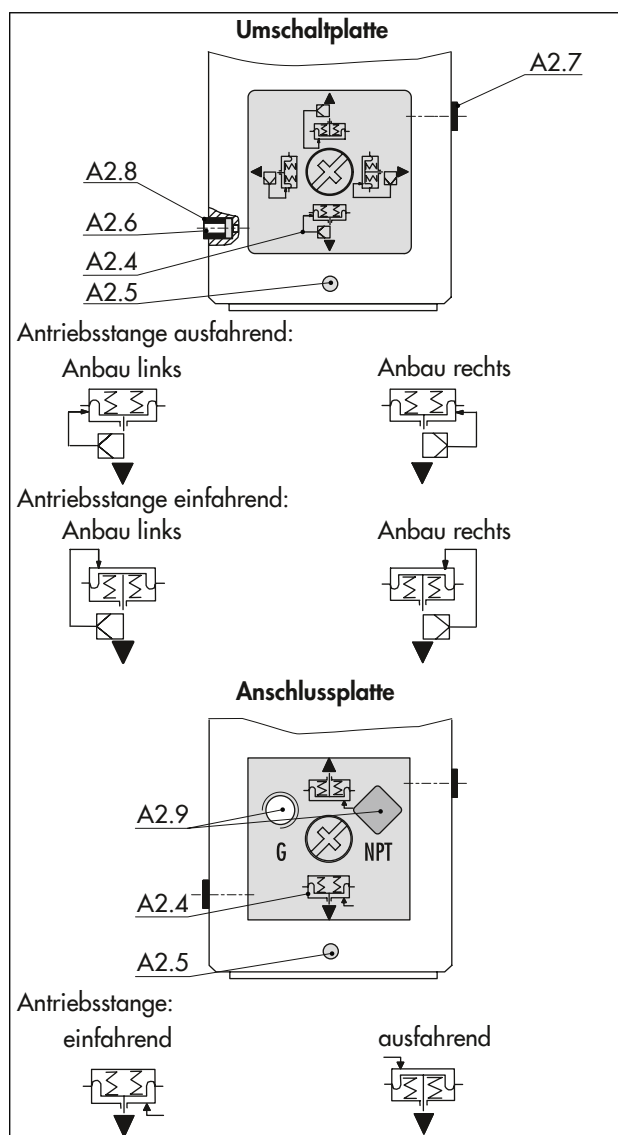

Bild 15: Umschaltplatte und Anschlussplatte bei Typ 3277-5
- ⇒ Umschaltplatte so drehen, dass das zur Anbau- und Sicherheitsstellung passende Symbol (A2.4) auf die Markierung (A2.5) ausgerichtet ist, vgl. Bild 15.
- ⇒ Anschlussplatte so drehen, dass das zur Sicherheitsstellung passende Symbol (A2.4) auf die Markierung (A2.5) ausgerichtet ist, vgl. Bild 15.